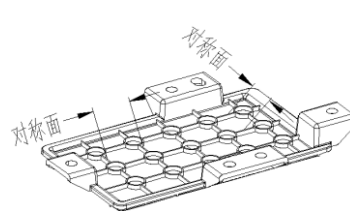

图 1-3 对称面
3) 利用塑料制品上的对称面找正 Z 轴,如图 1-3 所示。